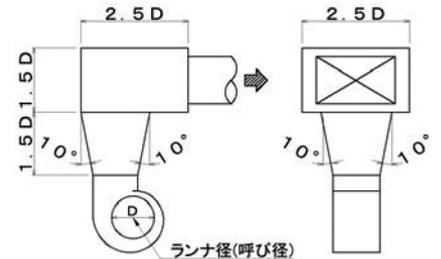

図 6-1 ダクト接続距離の例
- ファン吐出口に接続するダクト位置は、ランナ径(呼び径)の 1.5 倍以上の距離を確保してください。(図 6-1 参照)